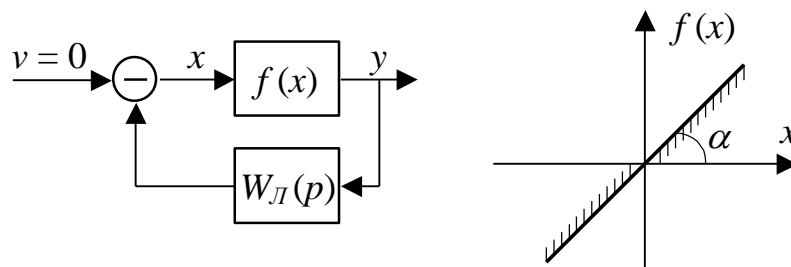

Рис.11.3.
15. Проверить условие абсолютной устойчивости системы (рис.11.3.),
16. Проверить условие абсолютной устойчивости системы (рис.11.3.),
17. Проверить условие абсолютной устойчивости системы (рис.11.3.),